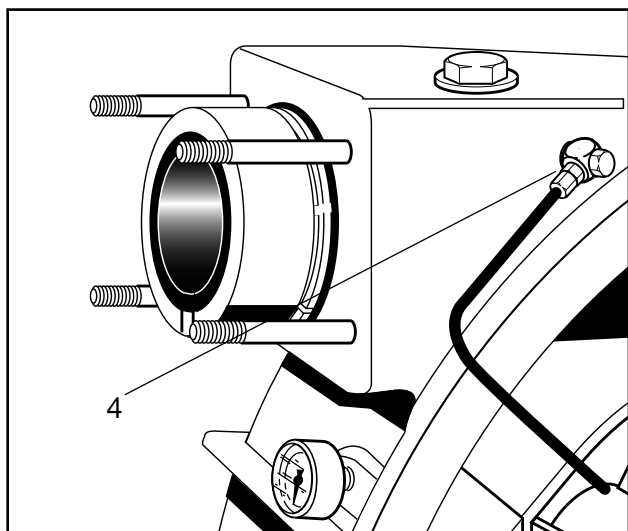

Fig. 29 4 Lille aflutningsrør
5. Skru begge tilslutningsstudser med holdeflange og sekskant-rørmøtrikker af pumpehuset (fig. 29) og træk de to tilslutningsstudser ud af fødeslangen.